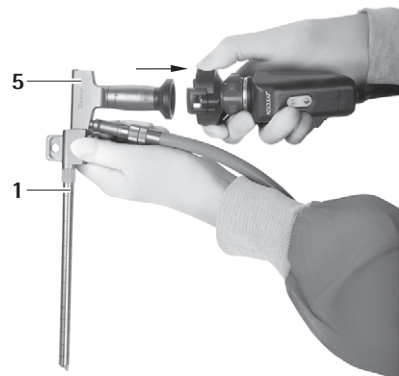
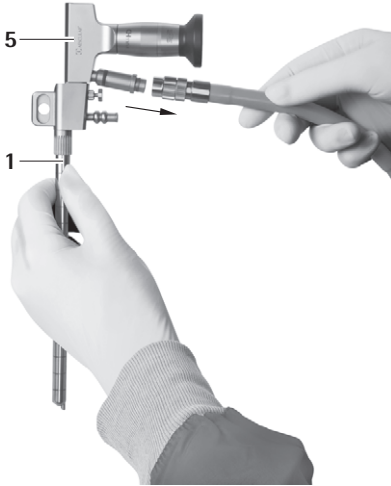

Abb. 6
Abb. 7
- ▶ Kamera und Lichtkabel von Endoskop 5 lösen, siehe Abb. 6 und siehe Abb. 7.